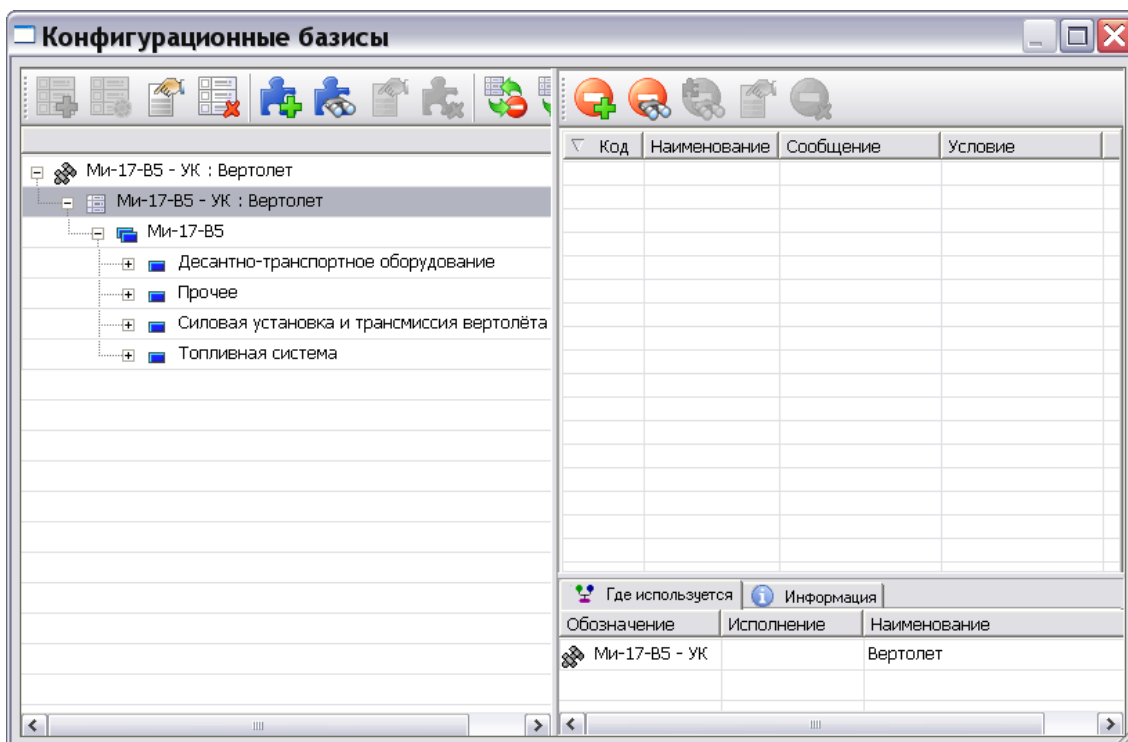

Рис. 34
6. После выбора перечня опционов нажмите на кнопку ОК для возврата в окно Конфигурационные базисы (Рис. 34).